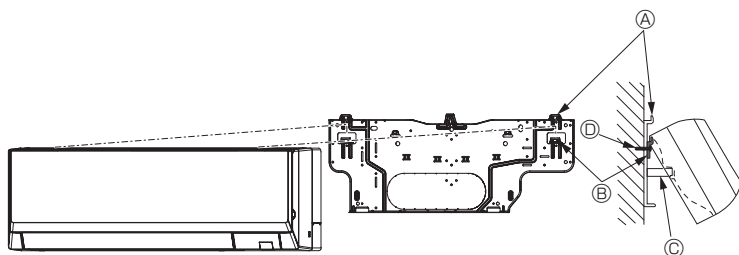

Fig. 3-12
- Если внутренний блок нельзя подвесить и поднять с помощью обычного крюка (размер 2.1. ©) (расстояние между потолком и блоком составляет 75 мм или меньше), подвесьте блок на нижний крючок для левого трубопровода. (Fig. 3-12)
(Fig. 3-12)